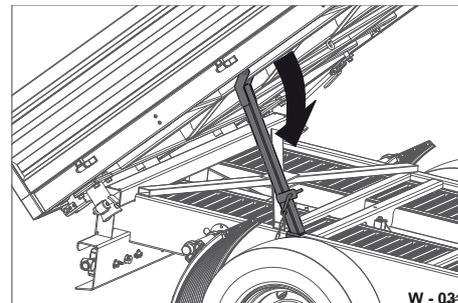

Abb. 25 Wartungsstütze abgelassen
- Ziehen Sie den Sicherungsstift (Abb. 25/3) heraus.
- Klappen Sie die Wartungsstütze (Abb. 25/2) ab. Die Wartungsstütze muss sicher auf der Fahrgestell-Kante aufliegen.